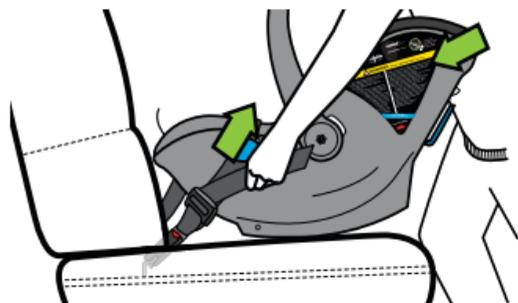

Figure 55
- Utilisez votre corps pour pousser le porte-bébé contre le dossier du siège du véhicule tout en tirant sur l'extrémité libre de la ceinture DUA pour la resserrer, comme le montre la **Figure 55**.